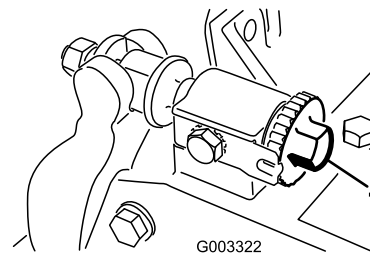

Figure 10
- Tournez les vis de réglage de la barre d'appui dans le sens antihoraire pour vérifier qu'elle ne touche pas le cylindre (Figure 10).